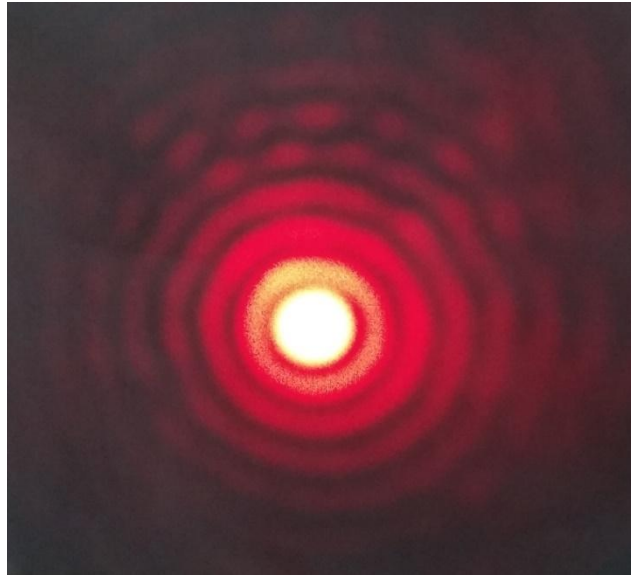

Figura 5. Patrón de difracción circular.
5. Una vez que ambas partes estén alineadas, se hará uso de los grados de libertad del pinhole (Dos tornillos de alineación ubicadas en los ejes imaginarios X-Y) y el tornillo de desplazamiento micrométrico del objetivo de microscopio (eje Z). Con ayuda del tornillo de alineación correspondiente al eje Z ajustar el objetivo de microscopio de forma que el haz de luz se concentre con mayor intensidad en la placa del pinhole, posteriormente utilizar las tornillos de alineación correspondientes a los ejes X Y para alinear el pinhole con el haz de luz monocromática. Mediante pequeños ajustes de los grados de libertad, deberá obtener una imagen similar a la mostrada en la figura 5, la cual es la imagen de un patrón de difracción de abertura circular.